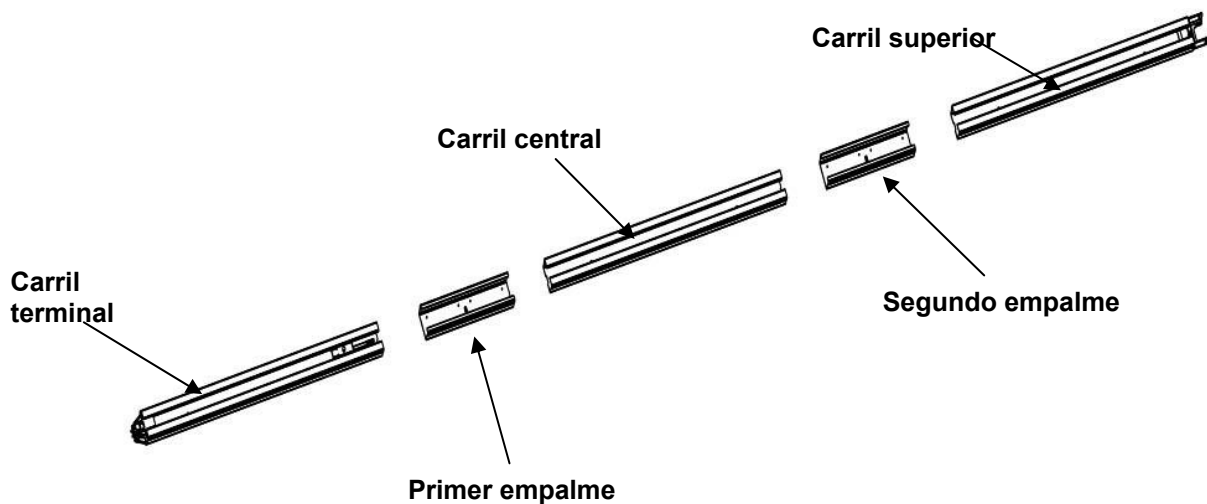

FIG. 6
- Como se ilustra en la Fig. 6 hacer deslizar el segundo empalme sobre el otro extremo del carril central y hacer deslizar el carril superior en el segundo empalme.